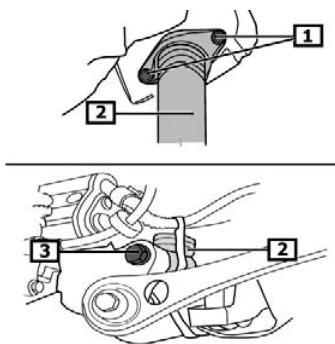
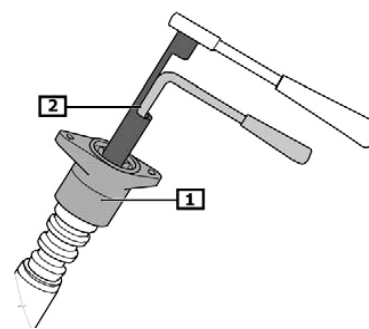

Fig. 8:
Fig. 9:
- **Fig. 8** Untere Stoßdämpferbefestigung (3) abschrauben.
- Obere Stoßdämpferbefestigung (1) abschrauben und Stoßdämpfer entnehmen.
- **Fig. 9** Kolbenstangenmutter mit Spezialwerkzeug (2) abschrauben.
- **Fig. 8** Unscrew lower shock absorber attachment (3).
- Unscrew upper shock absorber attachment (1) and remove shock absorber.
- **Fig. 9** Use special tool (2) to unscrew piston rod nut.
- **Fig. 8** Dévisser la fixation inférieure de la jambe de force (3).
- Dévisser la fixation supérieure d'amortisseur (1) et enlever l'amortisseur.
- **Fig. 9** Dévisser l'écrou de la tige de piston avec un outil spécial (2).
- **Fig. 8** Desatornillar la sujeción inferior del amortiguador (3).
- Desatornillar la sujeción superior del amortiguador (1) y retirar el amortiguador.
- **Fig. 9** Desatornillar la tuerca del eje del amortiguador con una herramienta especial (2).